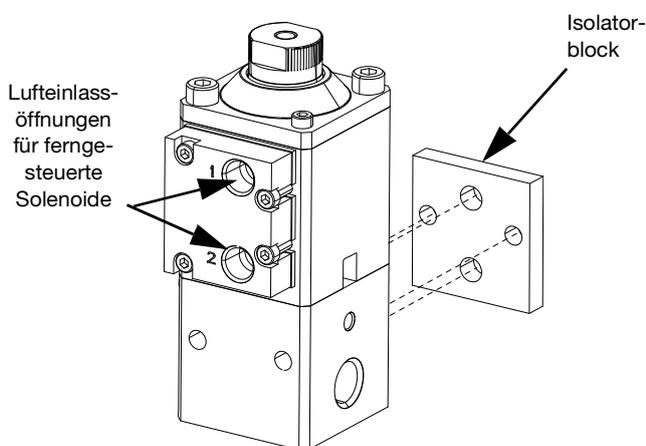

ABB. 7
- b. Bei Ventilen mit einem fernmontierten Magnetventil (J) siehe die Tabelle unten. Siehe ABB. 7.